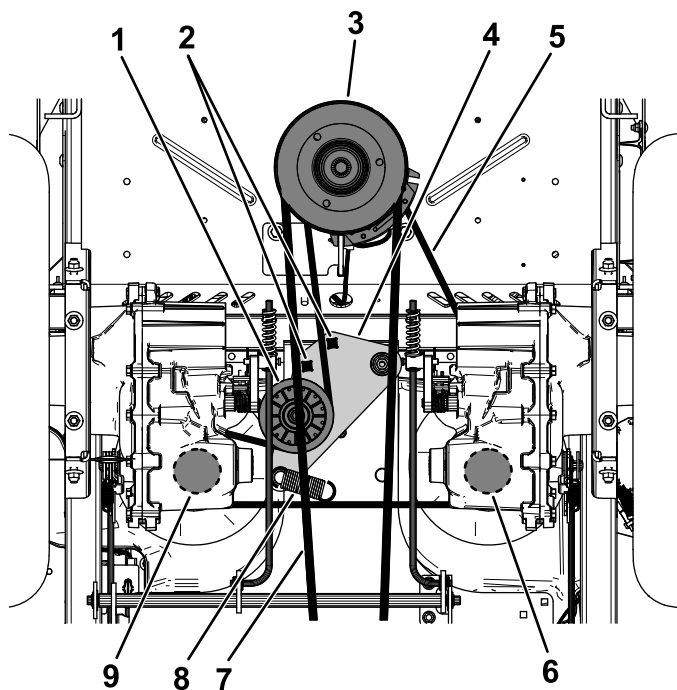

Figura 86
5. Utilice una llave de carraca de 1/2" o similar en uno de los orificios cuadrados del brazo tensor para aliviar la tensión del muelle tensor (Figura 86).
6. Retire la correa existente de la polea tensora, de las 2 poleas de transmisión de la bomba hidráulica y de la polea del motor (Figura 86).
7. Instale la correa nueva alrededor de la polea tensora, la polea del motor y de las 2 poleas de la bomba hidráulica (Figura 86).